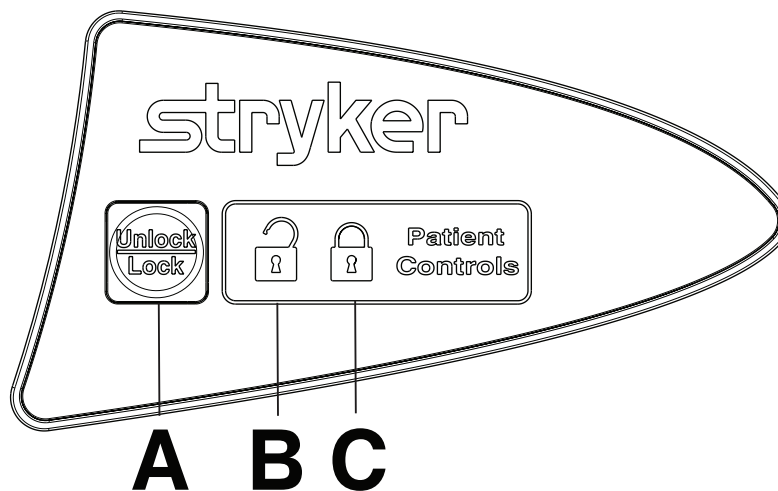

Figura 15 – Sistemul de blocare a panoului de comandă pentru pacient
Pentru a bloca panoul de comandă pentru pacient de pe bara laterală, apăsați o dată pe **Unlock/Lock** (Deblocare/Blocare) (A) (Figura 15).